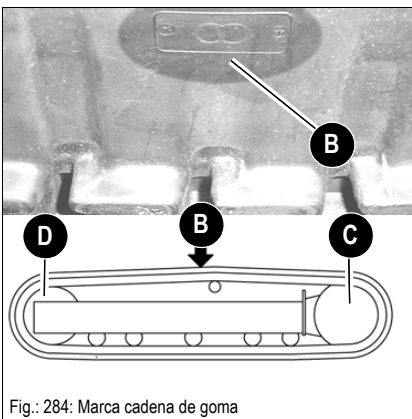

Fig.: 284: Marca cadena de goma
- ☞ En la cadena de goma se encuentra una marca **B** como se representa en Fig. 284.